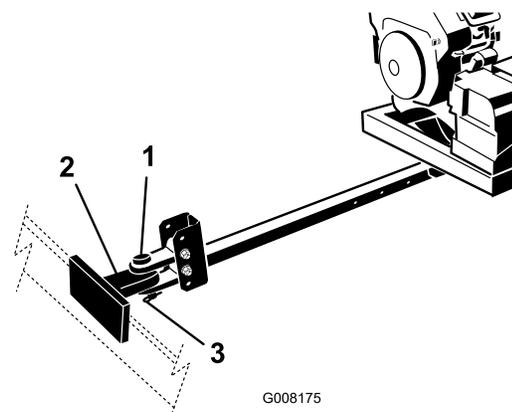

Рисунок 5
- Подсоедините вилку сцепного устройства воздуходувки к сцепному устройству буксирующей машины с помощью пальца и вилки сцепного устройства (**Рисунок 5**).